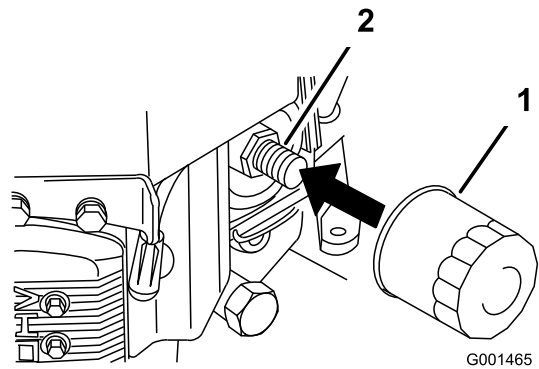

Figura 34
2. Retire el filtro de aceite usado (Figura 34).
3. Aplique una capa fina de aceite nuevo a la junta de goma del filtro nuevo (Figura 34).
4. Instale el filtro de repuesto en el adaptador de filtro; gire el filtro en el sentido de las agujas del reloj hasta que la junta de goma entre en contacto con el adaptador del filtro, luego apriete el filtro tres cuartos de vuelta más (Figura 34).